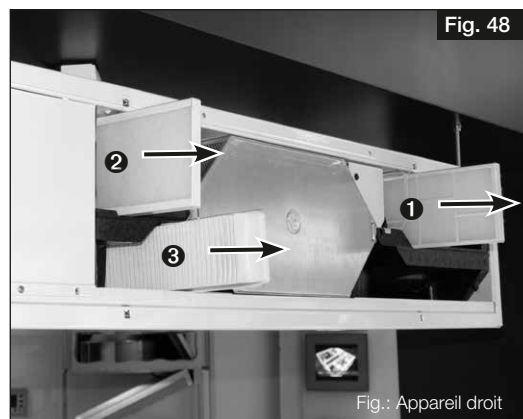

Fig. 48
2. Retirer le filtre air extérieur **1** vers l'avant et le remplacer (voir Fig. 48).
3. Retirer le filtre air extrait **2** (avec cadre) vers l'avant et le remplacer (voir Fig. 48).
4. **Facultatif** : Retirer le filtre fin / à pollen (ePM1 50 %) **3** avec cadre vers l'avant et le remplacer (voir Fig. 48).